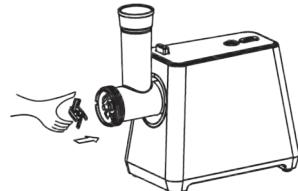

рис.3
3. Поместите нож на шnek плоской стороной в направлении, противоположном от шнека, как указано на рис. 3.